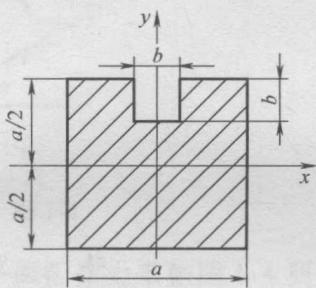

图 1-12
(15) 匀质薄板如图 1-12 所示, 尺寸  $a = 8\text{cm}$ ,  $b = 2\text{cm}$ ,  $y$  轴为薄板对称轴, 则薄板重心坐标为 ( )。